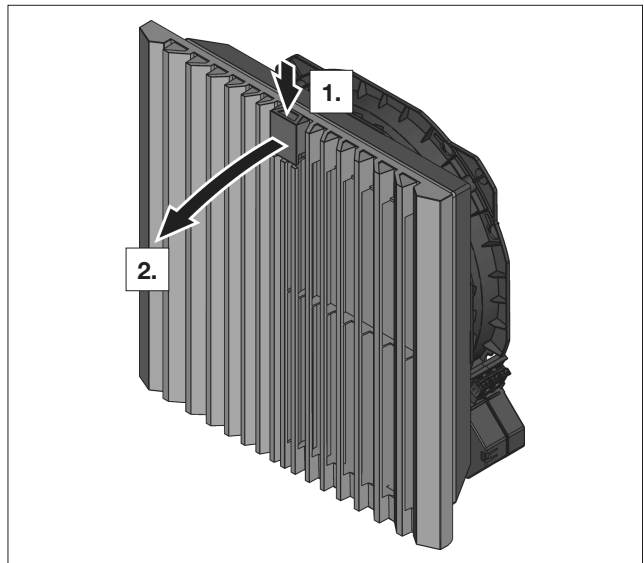

图 17: 解锁百叶格栅
- 从上按压功能徽标解锁百叶格栅（参见图 17）。
- 从上按压功能徽标解锁百叶格栅 (参见图 17)。